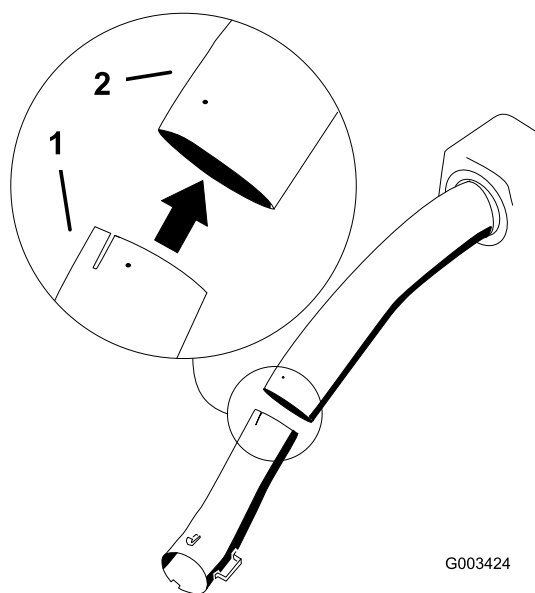

Figura 27
8. Instale el tubo inferior en el tubo superior (Figura 27).